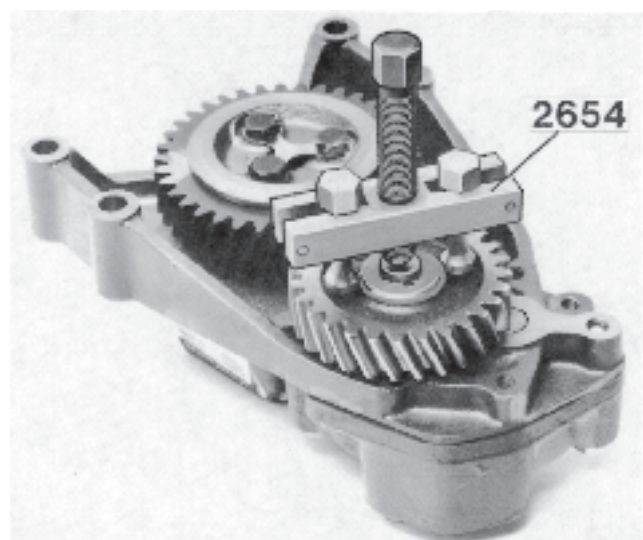
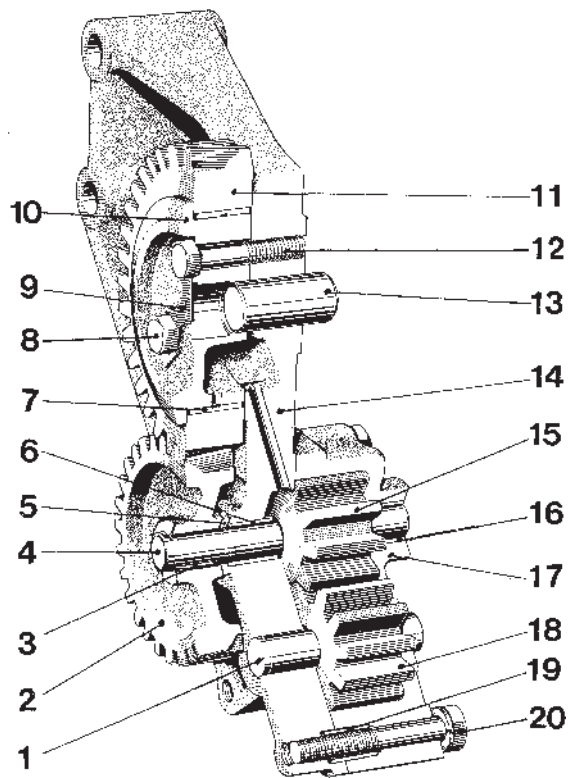
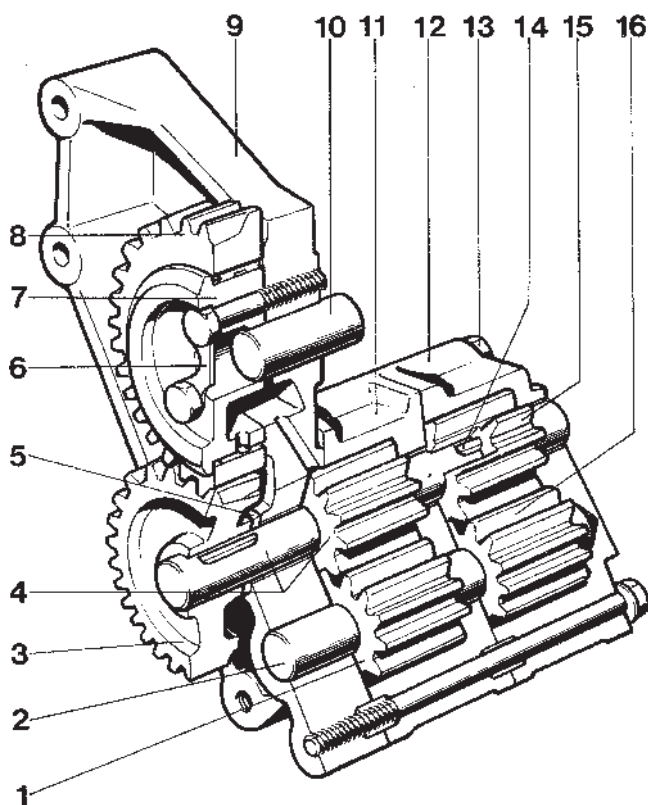

Fig. 66 Démontage du pignon de commande
Fig. 67 Pompe à huile
Fig. 71 Pompe à huile. Moteur avec carter d'huile à profil bas pour de grandes inclinaisons
La pompe à huile (figure 67) est du type à engrenages. Elle aspire l'huile à travers la crépine et le conduit d'aspiration du côté aspiration de la pompe.
1. Démontez le pignon de commande avec l'extracteur 2654 (figure 66). Enlever la clavette cruciforme et la rondelle axiale (5, figure 67) de l'arbre.
2. Déposer le pignon intermédiaire (11). Ce pignon est fixé par trois vis et est monté sur une douille de palier.
3. Enlever les vis de fixation du corps de pompe (17) et déposer ce dernier. En cas de difficultés, se servir de deux vis de 5/16".
5. Sortir le pignon récepteur (18) du corps de pompe. Extraire l'axe (1) s'il faut le remplacer.
Avant l'alésage, il faut fixer le corps de pompe sur la console de manière à bien centrer ces pièces avec les douilles de guidage (19, fig. 67).
4. Placer la rondelle axiale (5, figure 67) sur l'arbre (une rondelle axiale neuve fait partie du jeu de réparation). Poser en place la clavette et enfoncer le pignon de commande.
1. Démontez le pignon de commande avec l'extracteur 2654 (figure 66). Enlever la clavette cruciforme et la rondelle axiale (5, figure 71) de l'arbre.
2. Démontez le pignon intermédiaire (8). Ce pignon est monté sur une douille de palier et est fixé par trois vis.
3. Enlever les vis de fixation du corps de pompe (11 et 12). Déposer la console (9), ce qui entraîne l'axe du pignon récepteur (2). Si le corps de pompe est trop bien fixé sur la console, se servir de deux vis de 5/16".
4. Enlever le pignon récepteur (pignon fou) (1) de la pompe foulante. Extraire l'axe (2) si celui-ci doit être remplacé.
5. Démontez le corps de la pompe compensatrice (12) avec un tournevis introduit dans les rainures fraisées entre la pompe foulante et la pompe compensatrice. Démontez le pignon récepteur (16) de la pompe compensatrice.
6. Poser un support sous le flasque avant de la pompe foulante et extraire l'arbre avec le pignon moteur (4) de la pompe foulante d'environ 2,5 mm.
4. Poser en place la rondelle axiale (5, figure 71) sur l'axe. Remettre en place la clavette et enfoncer le pignon de commande extérieur (3).